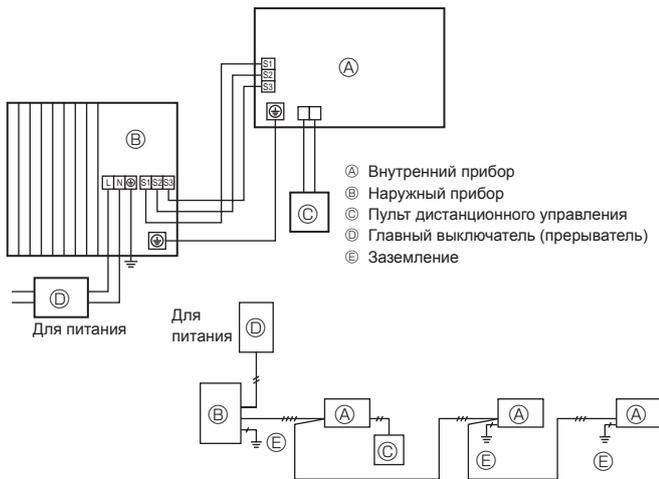
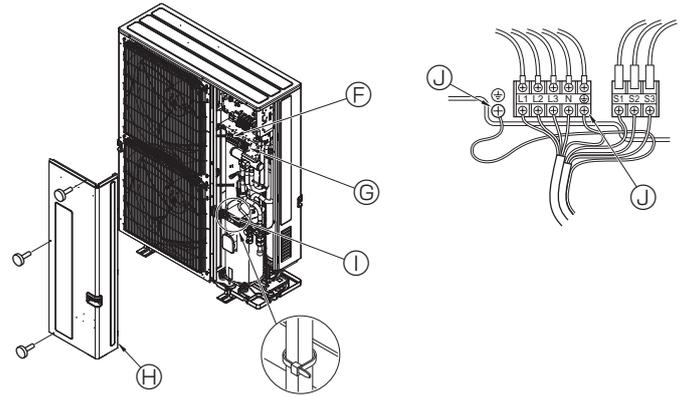

Fig. 6-1
Fig. 6-2
### 6.1. Наружный прибор (Fig. 6-1, Fig. 6-2)
- ① Снимите сервисную панель.
- ② Подсоедините кабели согласно Fig. 6-1 и Fig. 6-2.